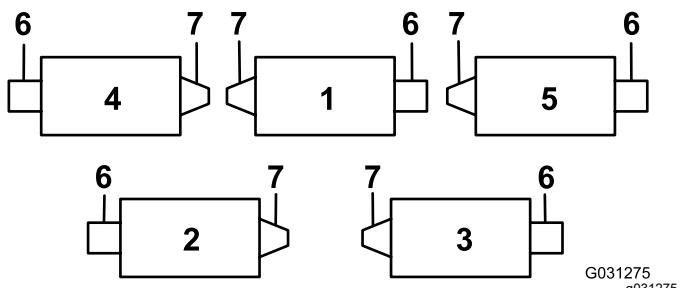
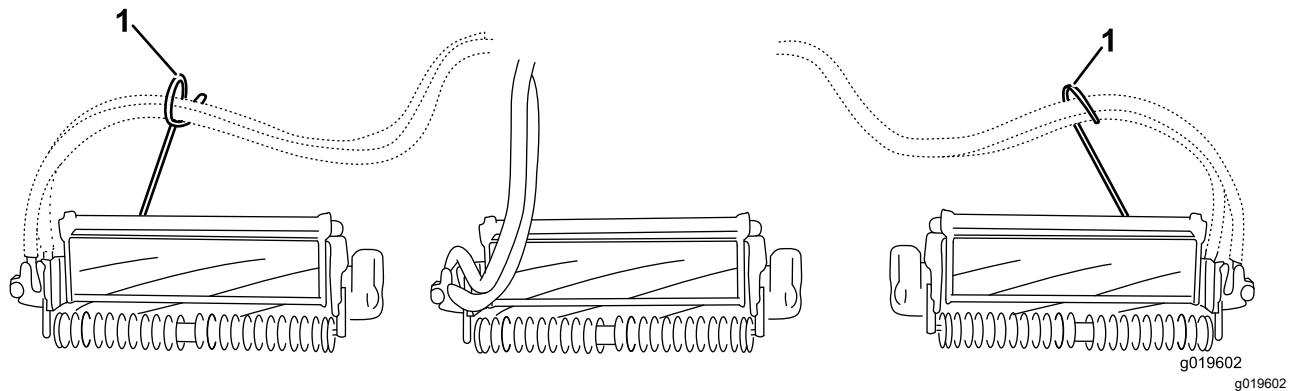
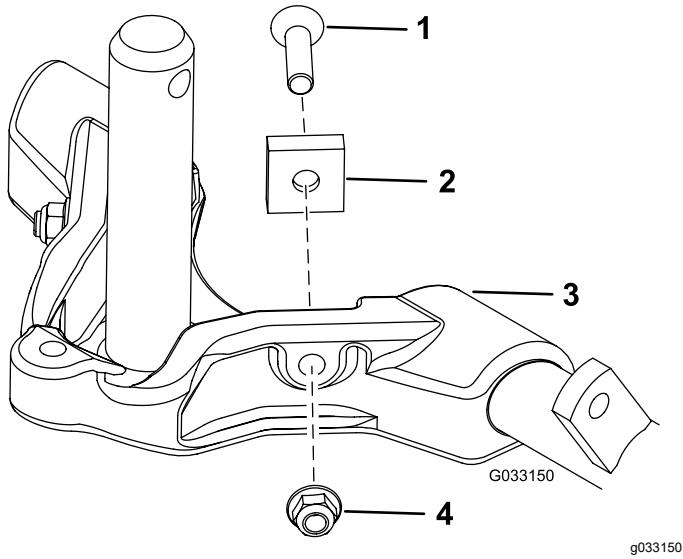

图12
图 14
图 15
重要事项 在4号滚刀组左前和5号滚刀组右前上用杆支架安装螺母将软管导向架安装到滚刀组凸耳的前面。软管导向架应偏向于中心滚刀组图12至图14。
7. 拆去后2号和3号滚刀组承载架上的2个枢轴垫片、六角螺丝和凸缘锁紧螺母 图 15 增强后滚刀组的转向力度请参阅 图 12。